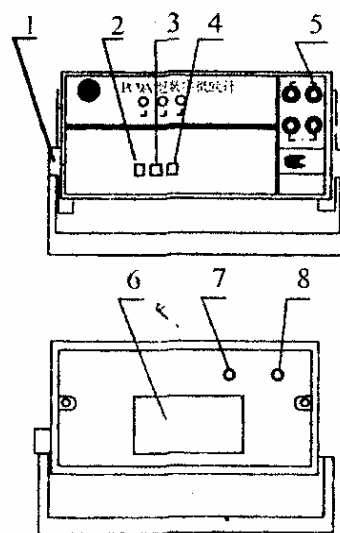

图 3
1、PC9A 型数字微欧计前后面板排列如图 3 所示。外接电源头极性和输入端接线如图 4 所示。